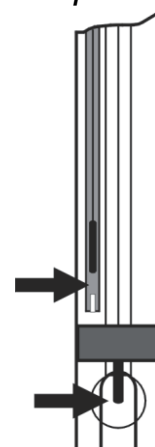

Рис. 3
**4.5** Убедиться в отсутствии воздушных пузырей в местах, показанных стрелками на рис.3 и при необходимости удалить их встряхиванием (как встряхивают медицинский термометр), при этом пузыри должны переместиться в верхнюю часть электрода.